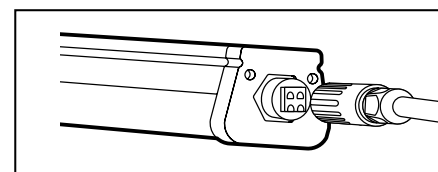

Рис. 3
- 5.9 Открутите внешнюю часть быстросъемного разъема и пропустите через него кабель электропитания осветительного прибора (рис. 3).